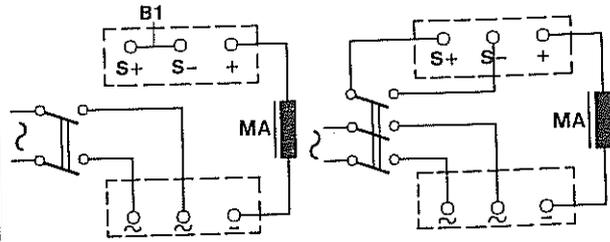

Bild 3 S = Schalter
a) Silizium-Gleichrichter in Einwegschaltung Bild 3